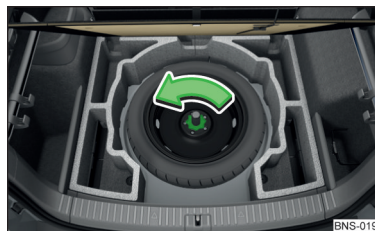

Fig. 336
- › Deșurubați piulița de siguranță în sensul săgeții » fig. 336 și scoateți roata.
- › Înșurubați piulița de siguranță în sensul opus săgeții, până la capăt » fig. 336.